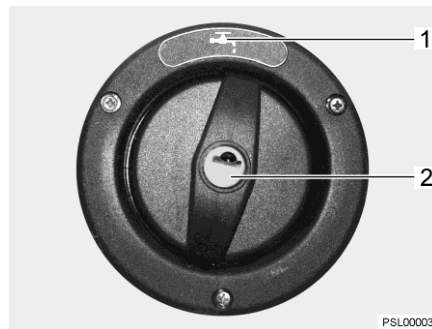

Bild 131 Verschlussdeckel für Trinkwasser-Einfüllstutzen
Der Trinkwasser-Einfüllstutzen ist mit dem Symbol "☞" (Bild 131,1) gekennzeichnet. Der Verschlussdeckel wird mit dem Schlüssel für die Außenklappenschlösser geöffnet und verschlossen.
- Schlüssel in Schließzylinder (Bild 131,2) stecken und eine viertel Umdrehung entgegen dem Uhrzeigersinn drehen.
- Trinkwasser-Einfüllstutzen (Bild 131) öffnen.